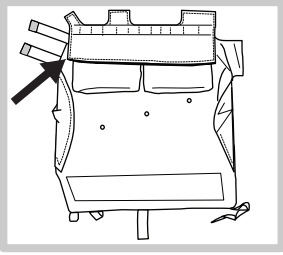

Figura 1
1. Spostare la linguetta in modo che copra le tasche interne ma non sia completamente estesa sopra la linguetta principale/esterna (Figura 1).